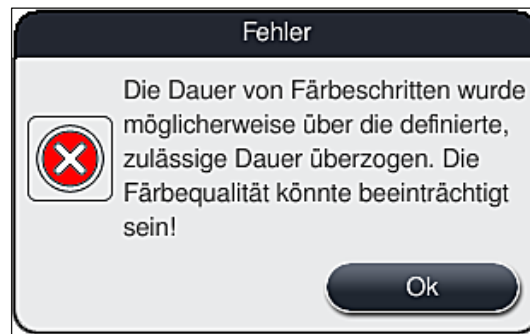

Abb. 107
1. Nach dem Bestätigen dieser Meldung wird dem Benutzer mitgeteilt, dass Färbzeiten eventuell überschritten wurden, d. h. einzelne Objektträgerhalter befinden sich unter Umständen bereits zu lange in einem Reagenz oder in einer kritischen Station, was die Färbqualität beeinträchtigen könnte. Die Meldung (→ "Abb. 107") durch Drücken der Taste **OK** bestätigen, um fortzufahren.